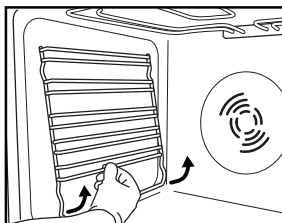

Fig. 3
1. Scoateți grătarele laterale de susținere ale accesoriilor (Fig. 3).